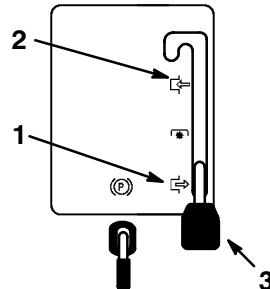

Bild 7
4. Stellen Sie den Zapfwellenantrieb auf Auskuppeln (Bild 7).